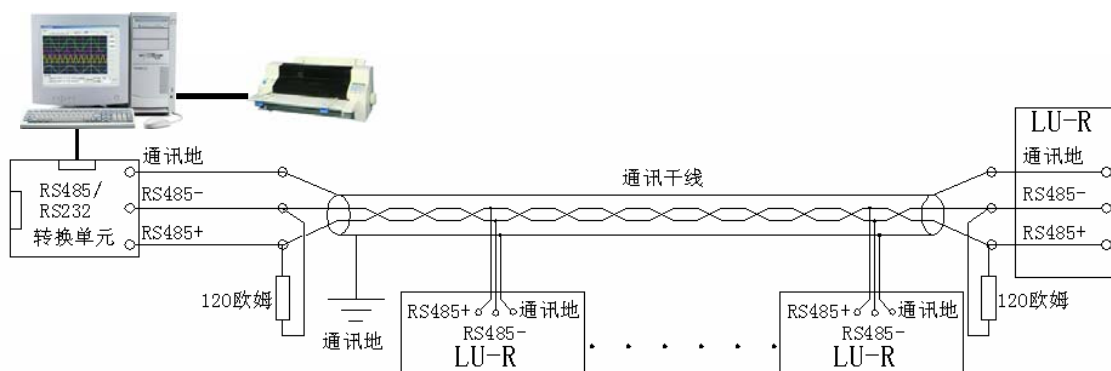

图 8.1 RS-485 通信接线方法
- ◆ LU-R5000/C5000无纸记录仪的RS-485通讯线采用三类屏蔽双绞线，其一端通过RS-232/485转换模块接到计算机的串行通信口，另一端接到记录仪主机板上的三个通讯端子上，其连接方式如图8.1所示：